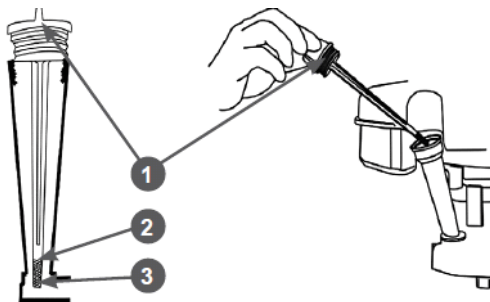

Рис. 21 Крышка-щуп маслосливной горловины
5. Осторожно открутите крышку-щуп 1 (Рис. 21) маслосливной горловины, протрите его насухо и отложите в сторону.
9. Установите крышку-щуп в отверстие маслосливной горловины, не закручивая ее. Аккуратно вытащите щуп и осмотрите его. Уровень масла должен соответствовать верхней отметке 2 на щупе (Рис. 21). При недостаточном уровне масла в картере необходимо долить масло до верхней отметки на щупе. Не допускайте перелива или превышения максимального уровня масла в картере двигателя.